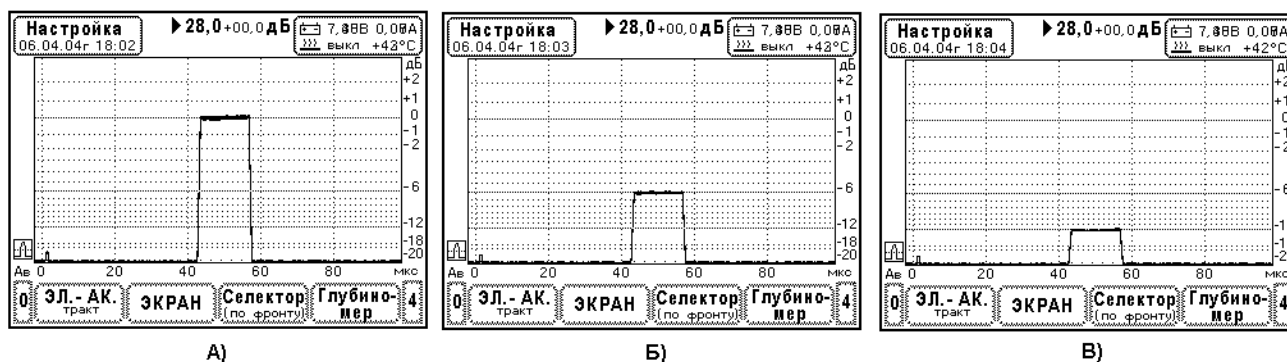

Рис.10.6.6.1. Определение параметров амплитудной характеристики приемного тракта дефектоскопа.
Проверка параметров амплитудной характеристики дефектоскопа УД9812 производится в режиме отображения детектированных сигналов. Используется схема измерений Рис. 10.6.4.1. Вначале амплитуда тест-сигнала настраивается на стандартный уровень дефектоскопа (0 дБ разметки экрана), затем с помощью образцового аттенюатора производят установку тест-сигнала на уровни +3 дБ, -6 дБ, -12дБ и -20 дБ экрана дефектоскопа, считывают ослабление аттенюатора и определяют погрешности амплитудной характеристики. Вид тест-сигнала при определении погрешностей амплитудной характеристики показан на Рис.10.6.6.1.
3. Настройка амплитуды тест сигнала на стандартный уровень дефектоскопа. В меню «Экран», регулируя усиление прибора, установите амплитуду тест-сигнала на уровень 0 дБ по разметке экрана - Рис.10.6.6.1.А. Если необходимо, проведите точную настройку с помощью ручки «амплитуда» генератора сигналов Г4-102. Зафиксируйте ослабление аттенюатора Кст [дБ].